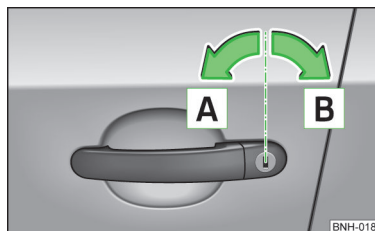

Fig. 12 Partea stângă a autovehiculului: Rotirea cheii pentru descuiere și încuiere
► Rotiți cheia în butucul portierei șoferului, în sensul de deplasare (poziție de descuiere) **A** » fig. 12.
► Rotiți cheia în încuietoarea portierei șoferului în sens contrar sensului de deplasare (poziție de încuiere) **B** » fig. 12.